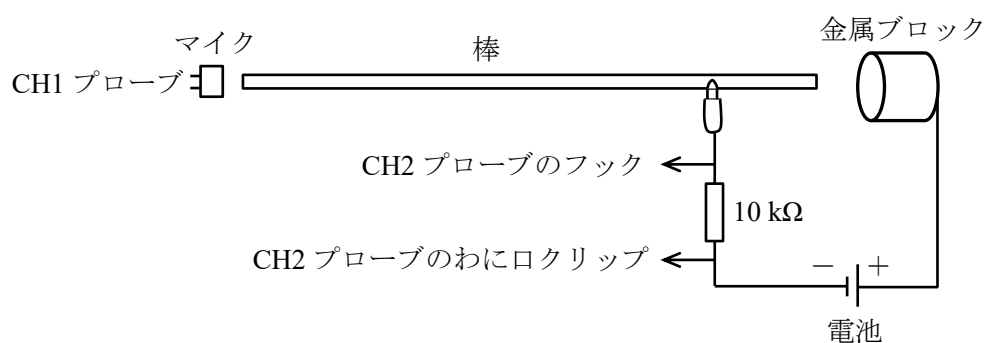

図 2-4 棒、電池、抵抗、金属ブロックの接続
- ③ 図 2-4～図 2-6 を参考にして、棒、電池、抵抗、金属ブロック（黄銅製丸棒）をクリップ付きコードで接続し、さらに抵抗の両端をオシロスコープの CH2 につなぐ。アクリル棒の場合は銅箔テープが巻かれている部分をみのむしクリップではさむ。